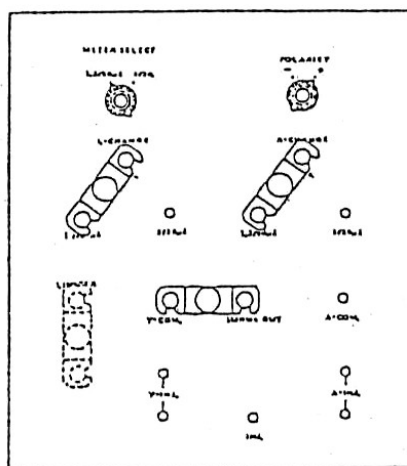

図 4
4. 出力波形切替部を図 4 のように接続します。
#### 3. 出力波形切替部を図 4 のように接続します。